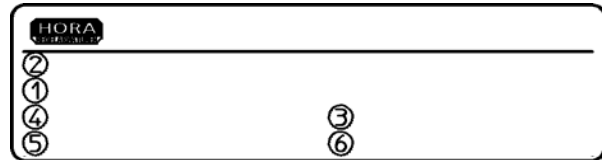

Bild 14: Typenschild
Bei der Bestellung von Ersatzteilen sind die Daten vom Typenschild (siehe Bild 14) anzugeben:
- Fab.-Nr. (Bild 14 Feld 1)
- Typ (Bild 14 Feld 2)
- Feder (Bild 14 Feld 3)
- Zuluftdruck (Bild 14 Feld 4)
- Funktion (Bild 14 Feld 5)
- Kupplungsdruck (Bild 14 Feld 6)